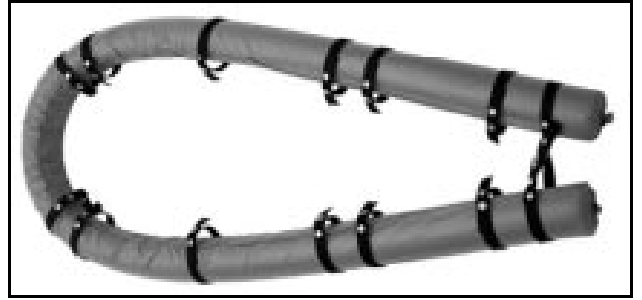

Figura 26 - Modello 471 (Galleggiante)
- Nelle situazioni di salvataggio dell'acqua, la barella modello 71 e 71-S deve essere utilizzata insieme al galleggiante Ferno modello 471 (figura 26).